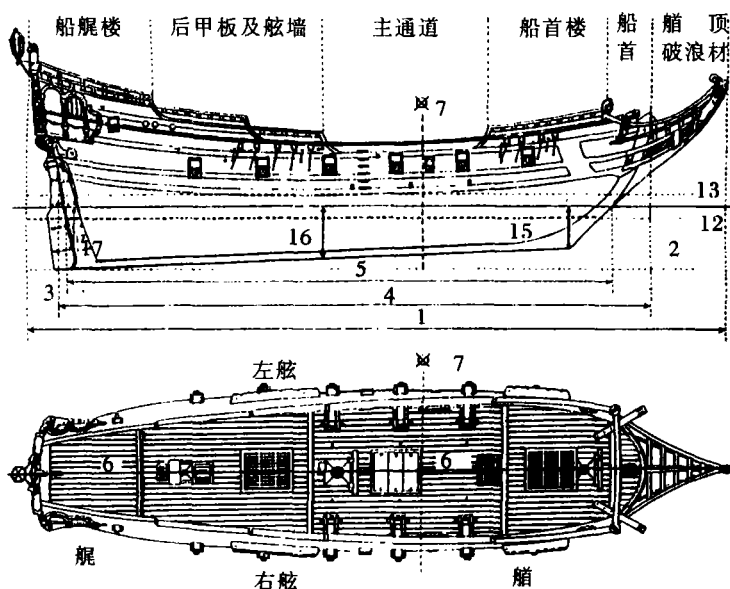

图1
舰船爱好者都知道,舰船主尺度是表示舰船船体外形大小的基本量度,通常包括船长、船宽、船深等等。古帆船由于其构造形式与现代舰船有较大差异,其主尺度的一些解释也不同于现代舰船,现以勃兰登堡公国于1674年建造的小型护航舰“柏林”号为例加以说明(图1)。
船舶左右舷的区分是以船员正对船首方向,其左侧即称为船的左舷,反之即为右舷。甲板上船体各段名称请参阅(图1)。
7. 最大横剖面:船体最大宽度处的横剖面,古帆船最大横剖面一般位于船体中前段(见图1、2)。